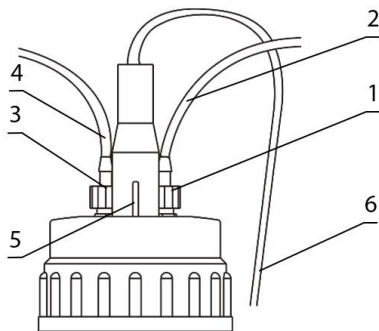
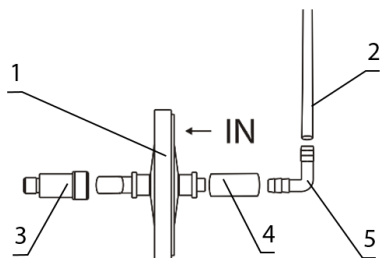
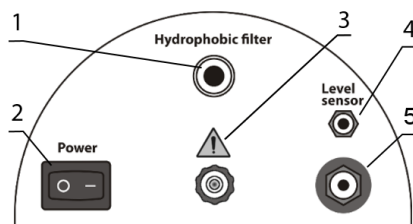

Рисунок 4. Крышка FTA-2i с датчиком и трубками
Рисунок 6. Схема фильтра на FTA-2i
Рисунок 7. Задняя панель FTA-2i
- Соберите фильтр (рисунок 6) и присоедините к разъёму насоса на задней стороне прибора (рис. 7/1).
Внимание! Установите фильтр так, чтобы маркировка **IN** была развёрнута от прибора (рис. 6/1).
- Присоедините фитинг (рис. 4/1) трубки с фильтром (рис. 4/2) к разъёму с **белым** кольцом на крышке.
- Убедитесь, что фильтр плотно сидит в гнезде крышки (рис. 7/1).
- Присоедините фитинг (рис. 4/3) трубки для жидкостей (рис. 4/4 и 5/3) к разъёму с **синим** кольцом на крышке.
- Присоедините провод датчика (рис. 4/5) к крышке и к разъёму на задней стороне прибора (рис. 7/4).
- Подключите внешний блок питания к разъёму на задней стороне прибора (рис. 7/5) и расположите его так, чтобы обеспечить свободный доступ к розетке и выключателю.